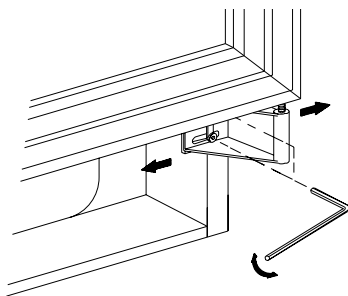

Fig. 2
(Vedi fig. 2)
2. Smontare il cardine superiore. Vedi fig. 2. Trattenere il cardine perchè è caricato a molla e tende a ruotare quando si tolgono le viti.